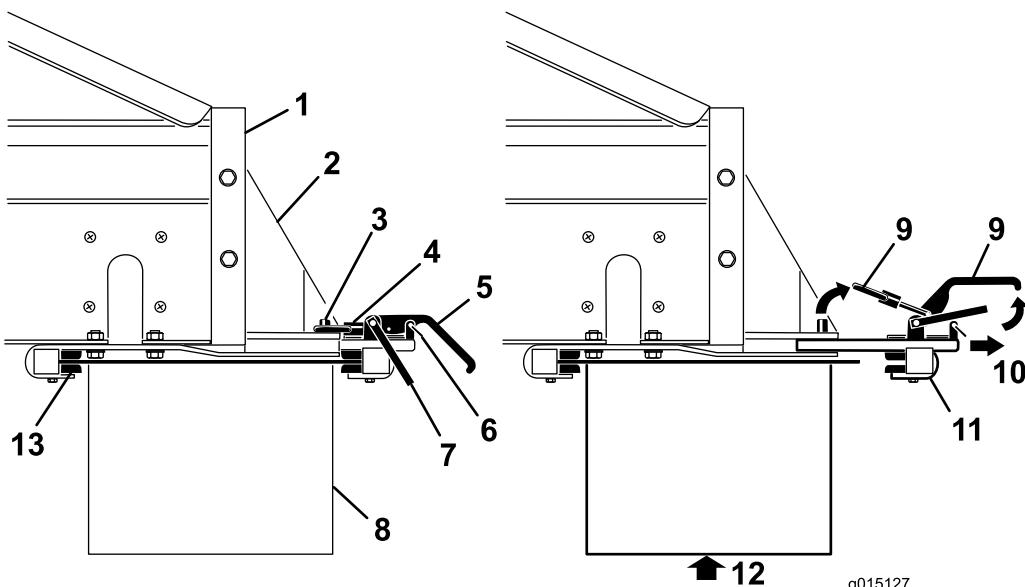

图 49
3. 卸下锁紧手柄 (图 49) 上的安全闩夹。
4. 提起安全闩然后提起附件连接锁紧手柄再从锁销中放开锁环 (图 49)。
5. 将后部的附件连接锁紧组件滑出快速连接槽(图 49)。
6. 在他人协助下将位于机器后部的上下交叉输送器/转盘的前端插入固定架前部的锁紧装置(图 49)。
7. 在为交叉输送器/转盘提供支撑的同时将后部附件连接锁紧组件滑入支架的槽内并位于尾端上方(图 49)。
9. 将安全门夹安装到锁紧手柄 (图 49)。